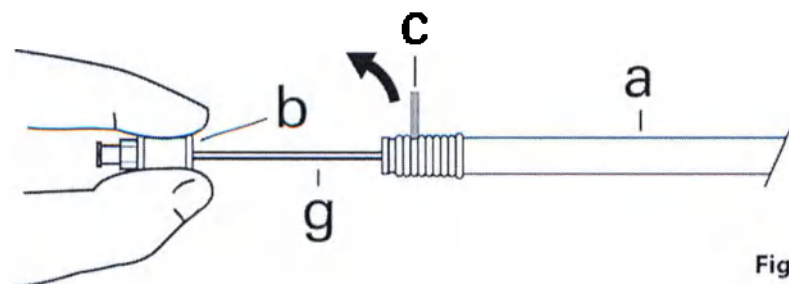

Fig. 5
3. Удерживайте втулку (b) на держателе металлической канюли (g). Для развертки стента удалите красный блокиратор (c). (Рис.5).